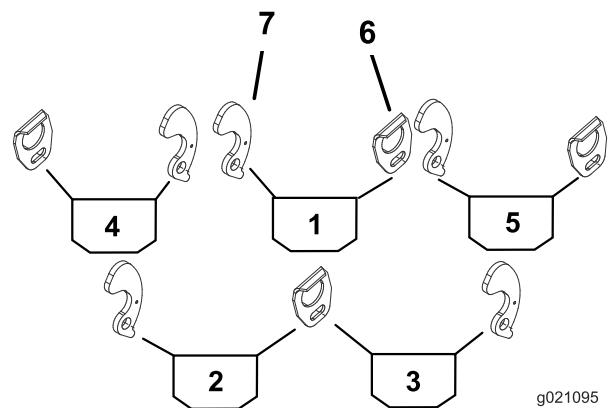
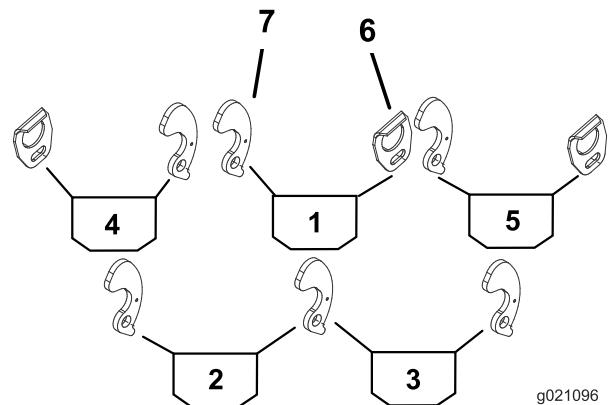

図 1
図 2
- カッティングユニット用キャリアフレームにバスケットガイドまたはバスケットカムロックを取り付ける位置については、図 1 および図 2 を参照のこと。
3. 各キャリアフレームの該当する側に、バスケットガイドを取り付ける（図 1）；ボルト（5/16 x 1/2 インチ）1本と平ワッシャ（0.344 x 0.875）を使用する。